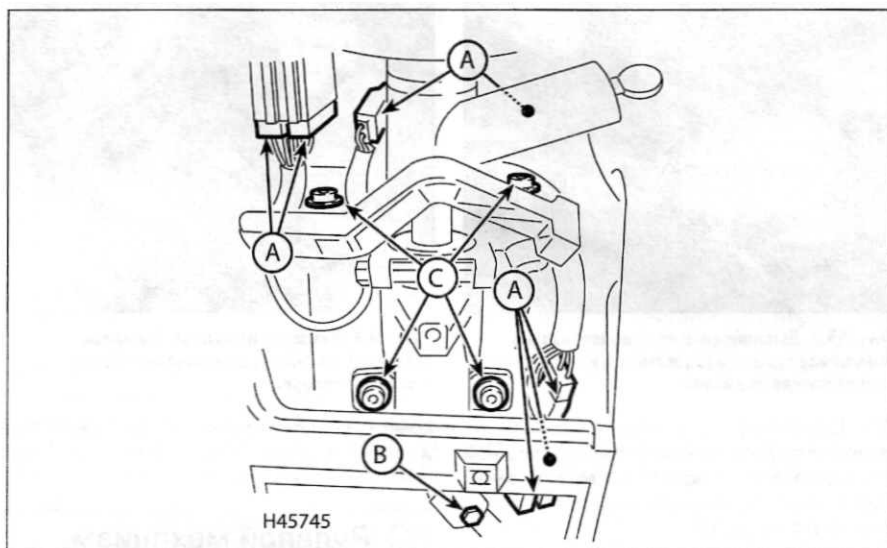

Рис. 18.4. Болты крепления рулевой колонки (показана более ранняя модель)
- 4 Рассоедините электрический разъем подушки безопасности (если применимо) и электрические разъемы органов управления и переключателей, расположенных по обеим сторонам рулевой колонки (рис. 18.4). Убедитесь в том, что рассоединены все дополнительные электрические разъемы элементов рулевой колонки.